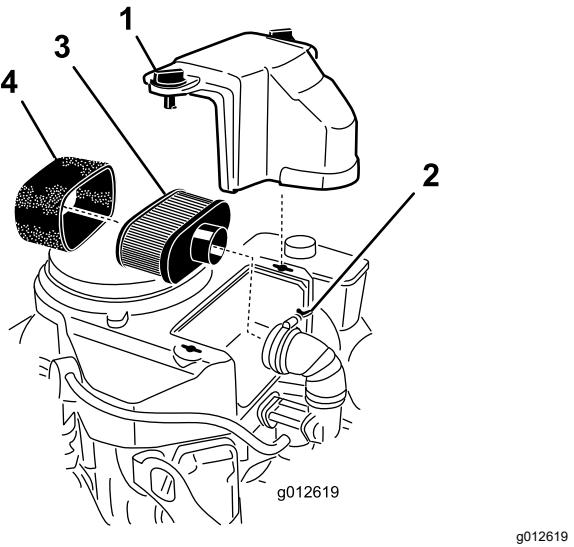

Figura 41
- Para evitar qualquer dano, limpe à volta do filtro de ar para impedir a entrada de impurezas para o interior do motor (Figura 41).
- Desaperte os botões da cobertura e retire a cobertura do filtro de ar (Figura 41).
- Desaperte o dispositivo de fixação de tubagem e retire o conjunto do filtro de ar (Figura 41).
- Retire cuidadosamente o filtro de esponja, passando pelo filtro de papel (Figura 41).
- Deslize cuidadosamente o elemento de esponja para o filtro de papel (Figura 41).
- Coloque estrutura do filtro do ar na base do filtro do ar ou tubo e prenda-a (Figura 41).
- Coloque a cobertura do filtro de ar na sua posição e aperte os botões da cobertura (Figura 41).
- Limpe o elemento de papel batendo suavemente para remover a sujidade. Se estiver muito sujo, substitua o elemento de papel (Figura 41).